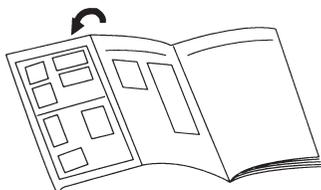

Fig. 6 Unidad de telemando
- 1 **Presione el botón de ajuste de reloj (CLOCK ADJUST) (Fig. 6 ⑳).**
- 2 **Utilice los botones  /  de ajuste del temporizador (TIMER SET) (Fig. 6 ㉑) para poner el reloj en la hora actual.**
- 3 **Presione el botón de ajuste de reloj (CLOCK ADJUST) (Fig. 6 ⑳) otra vez.**